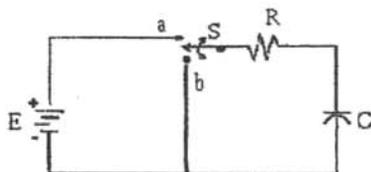

Figura 1.25
Otro ejemplo de aplicación de las leyes de Kirchoff al circuito resistencia y capacitancia (RC) excitado por una fuente de corriente directa el cual se muestra en la figura 1.25.